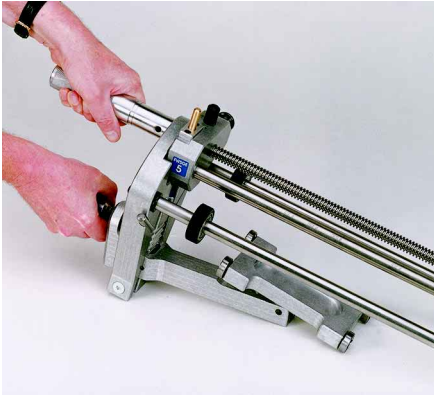

Abb. 3
- Durch Druck gegen den Sterngriff Arretierung aufheben und Spannschlitten herunterfahren (Abb. 3).
- Einstellung des Spanschlittens auf die der Rohrwanddicke entsprechenden Rasterung (Abb. 3).